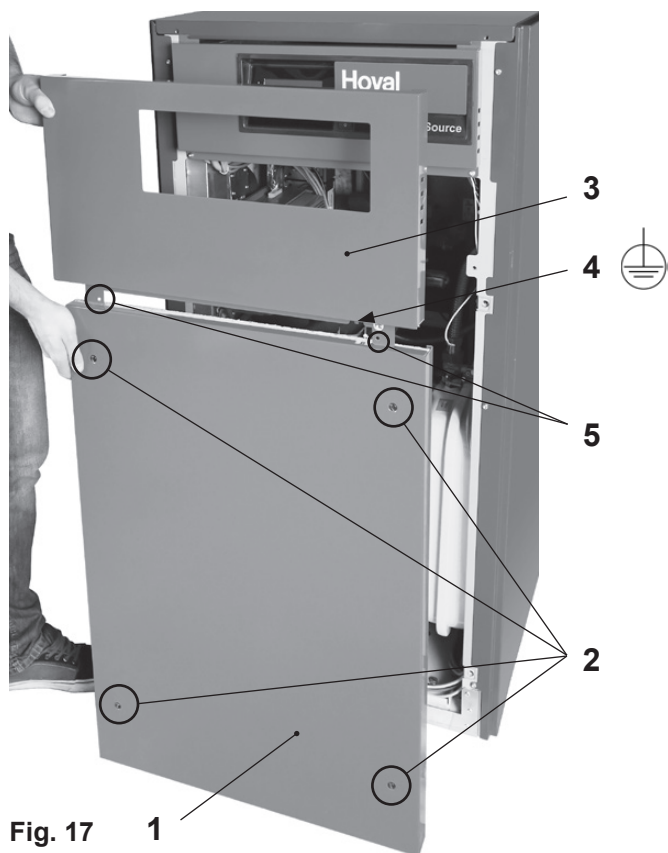
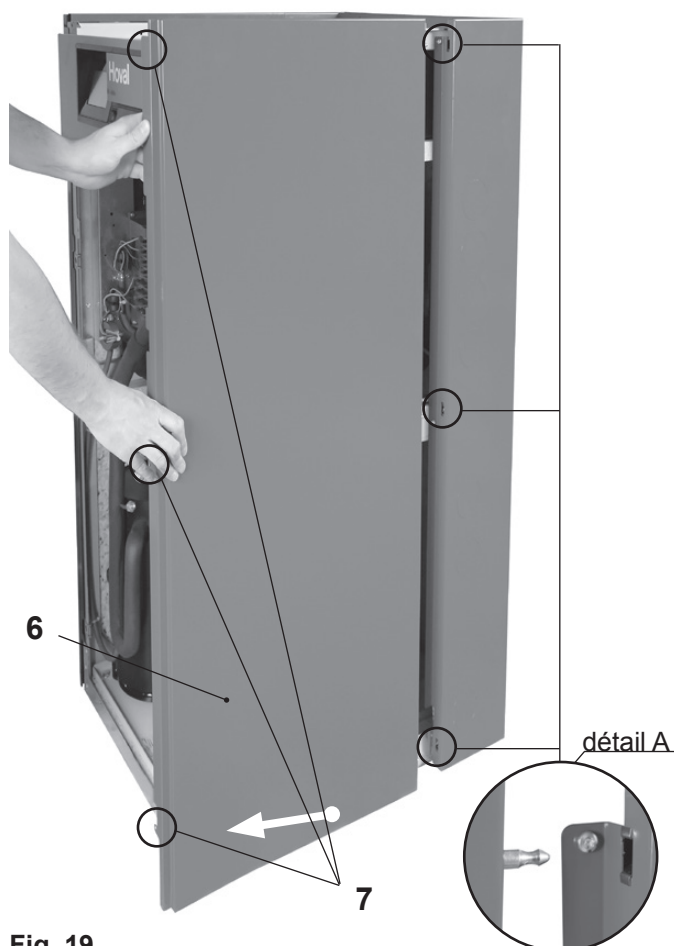

Fig. 17 1
Fig. 19
1. Démontez l'habillage avant inférieur (1, Fig. 17) en retirant les quatre vis de fixation (2).
2. Démontez l'habillage avant supérieur (3)
- Ce faisant, débrancher le câble de mise à la terre (4) fixé à l'habillage avant supérieur (3).
- Retirez les deux vis de fixation (5), puis l'habillage avant supérieur.
3. Démontez les habillages latéraux (6, Fig. 19) à gauche et à droite
- Retirez les vis de fixation (7) à gauche et à droite